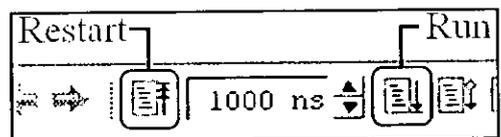
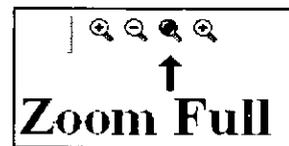

Fig. 26. Barra de herramientas de simulación.
Fig. 29. Barra de herramientas de Zoom.
4. En la barra de herramientas de simulación, haga clic en el botón Restart, luego establezca el tiempo de simulación escribiendo 1000 ns en el cuadro de texto, ver la Fig. 26.
8. En la barra de herramientas de simulación, haga clic en el botón Run, ver Fig. 26. El contenido de la ventana Wave se actualizará, para observar los resultados de la simulación con más detalle haga clic en el botón Zoom Full de la barra de herramientas Zoom, ver la Fig. 29.